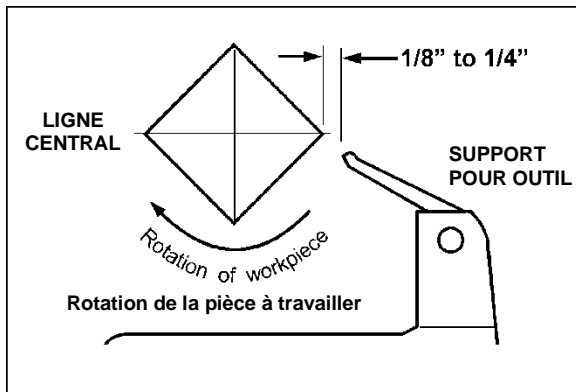

Figure 10-5
10. Mettre le support d'outils en position. Il devrait être parallèle à la pièce à travailler, juste en dessous de l'axe et entre environ 1/8 po et 1/4 po des coins de la pièce à tourner, comme illustré à la figure 10-5. Serrer la base de support sur le banc du tour.